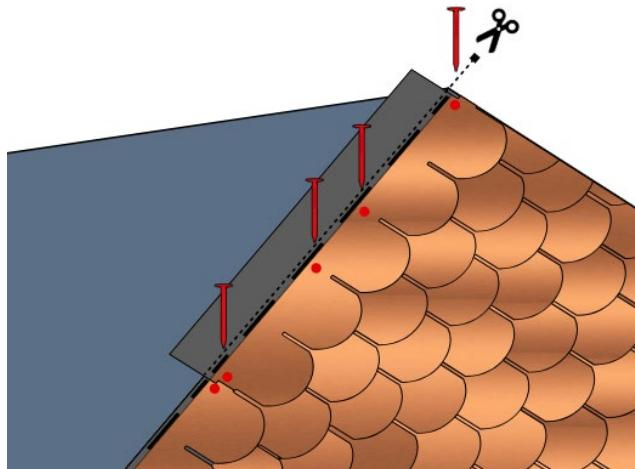

Fig. 9 – Posa delle tegole al colmo
- L'ultima fila di tegole bituminose dovrà sporgere oltre la linea di colmo; la parte eccedente verrà tagliata in corrispondenza della linea di colmo - Fig. 9.